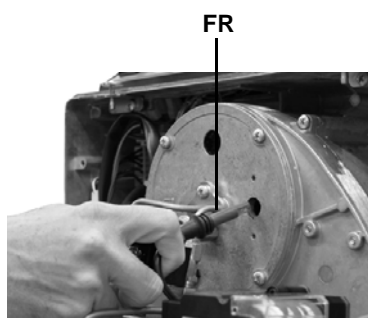

Fig. 16
- 4 quando si accende la lampada EVG (vedi capitolo pag. 21) estrarre la fotoresistenza **FR** (Fig. 16) e illuminarla;